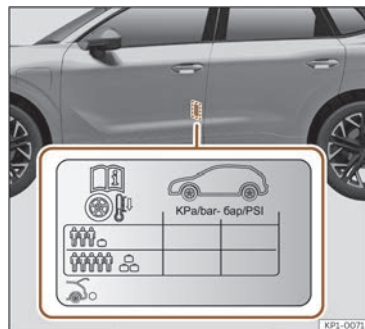

Fig. 234 Amplasarea etichetei cu presiunea din anvelope.
- Reglați presiunea în anvelope conform sarcinii transportate de autovehicul >>> **fig. 234.**
Valorile presiunii în anvelope sunt indicate pe eticheta autocolantă aflată pe cadrul spate al ușii stânga spate >>> **fig. 234.**
maximum, creșteți presiunea în anvelope până la valoarea maximă de încărcare de pe eticheta autocolantă >>> **fig. 234.**
În cazul unei roți de rezervă compacte de dimensiuni reduse (125/70 R16 sau 125/70 R18), umflați-o la o presiune de 4,2 bari, conform indicației de pe eticheta cu presiunea în anvelope >>> **fig. 234.**
- Șoferul este răspunzător pentru presiunea corectă a tuturor anvelopelor. Presiunea recomandată în anvelope este indicată pe etichetă >>> **fig. 234.**
- Întotdeauna presiunea indicată pe etichetă este cea din anvelopele reci >>> **fig. 234.**